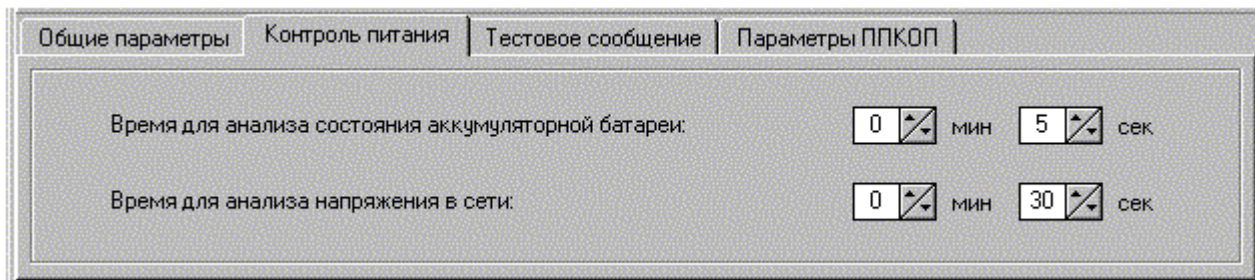

Рис. 3.44. Страница «Контроль питания»
**На второй странице «Контроль питания»** (рис.3.44) расположены следующие элементы: